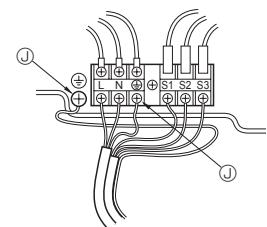

Fig. 6-2
6.1. Utendørsenhet (Fig. 6-1, Fig. 6-2)
- ① Fjern servicepanelet.
- ② Koble til kablene med henvisning til Fig. 6-1 og Fig. 6-2.